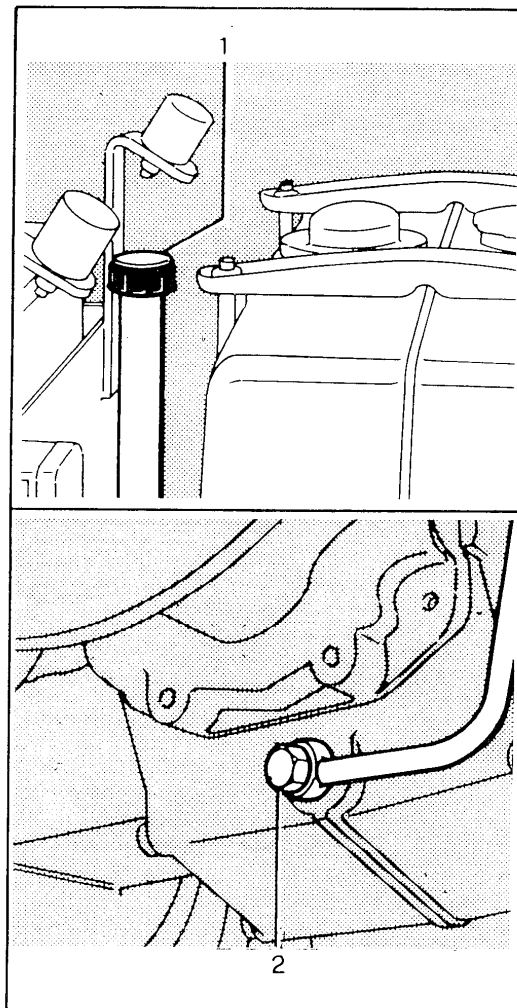

Bild 17 - Fig. 17
Schaltgetriebe: Ölstand prüfen, durch Abschrauben des mit Messtab versehenen Verschlussdeckels (1) (siehe Bild 17). Der Ölstand muss auf gleicher Höhe der oberen Marke (MAX) liegen.
Gearbox: check oil level (see fig. 17); to do so screw out stick-filler (1); oil level is correct when it is close to the top mark (MAX).
Boîte de vitesses: vérifier le niveau de l'huile (voir fig. 17); dans ce but il faut dévisser le bouchon à jauge (1); le niveau est correct quand il se trouve à proximité de l'encoche supérieure (MAXI).
Schaltgetriebe: das Öl wechseln (siehe Bild 17). Die Ablassschraube unter dem Schaltgetriebegehäuse (2), sowie den mit Messtab versehenen Verschlussdeckel (1) abnehmen, um den Ablass zu erleichtern. Die Kraftheberarme ganz senken um den vollständigen Ölabblass aus dem Hydraulikzylinder zu ermöglichen; austropfen lassen. Nach Wiedermontage der unteren Verschlusschraube die Nachfüllung mit dem vorgeschriebenen Öl vornehmen. Den Motor über einige Sekunden hinaus anlassen um die Rohrleitungen des hydraulischen Systems vollständig zu füllen und den Ölstand wiederholt kontrollieren.
Gearbox: change oil (see fig. 17). Remove the drain plug located under the gearbox (2) and dipstick plug (1) to make drain easier. Bring to the bottom position the lifter arms to make oil come out from the actuator; let oil drip out. Refill with the prescribed oil after replacing the lower plug; start engine a few seconds to replenish the hydraulic system piping and check level once again.
Boîte de vitesses: changer d'huile (voir fig. 17). Enlever le bouchon de vidange situé au-dessous de la boîte du changement de vitesses (2) et le bouchon à jauge (1) pour faciliter l'évacuation. Caler entièrement les bras du relevage pour permettre la vidange totale de l'huile du vérin; laisser égoutter. Refaire le plein avec l'huile indiquée après avoir positionné le bouchon inférieur; lancer le moteur pour quelques minutes afin de remplir parfaitement les tuyauteries du système hydraulique et vérifier le niveau une fois encore.